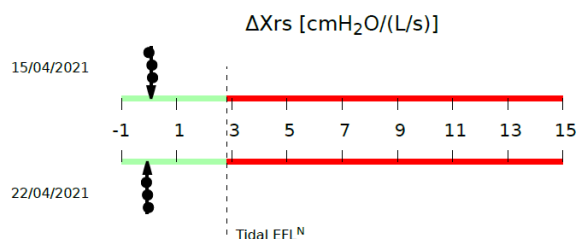

Figura 74 - Limitazione del flusso espiratorio nella respirazione corrente
- Se è stato impiegato lo stimolo a 5 Hz, un ulteriore grafico è mostrato in fondo alla pagina (Figura 74). Questo grafico mostra la media e la deviazione standard di ΔXrs calcolato su tutte le misure della sessione. I punti neri rappresentano i valori medi di ΔXrs delle misure singole. ΔXrs è la differenza tra la reattanza media inspiratoria ed espiratoria ed è un indice della limitazione del flusso espiratorio (expiratory flow limitation *EFL*) durante la respirazione (*Dellacà et al., ERJ, 2004*). Un valore soglia